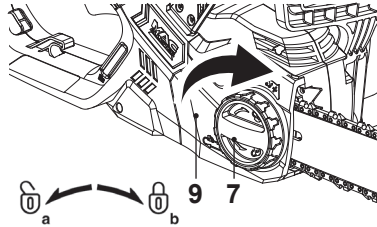

Fig. 7
- Reinstale la cubierta (9) y apriete ligeramente la rueda de bloqueo (7) (Fig. 7, b). No apriete la rueda de bloqueo (7) completamente; primero es necesario tensar la cadena.
- Tras el tensado de la cadena, gire la rueda de bloqueo (7) hacia la derecha para apretar la cubierta (9) completamente (Fig. 7, b).